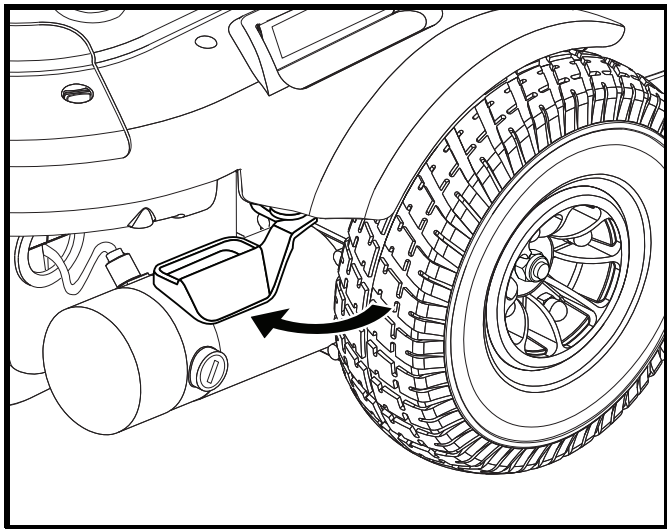

Figure 4. Mode de traction (embrayé)
2. Poussez les leviers vers l'intérieur pour embrayer les moteurs (mode de traction). Voir la figure 4.